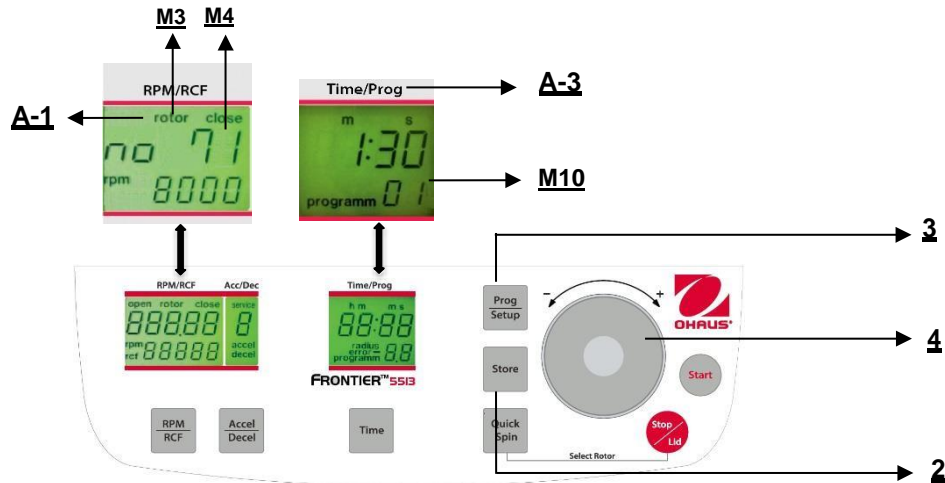

Abbildung. 19
Wenn Sie Adapter oder Reduzierer benutzen, könnte es den Zentrifugalradius des entsprechenden Rotors verändern. In diesem Fall können Sie den korrekten Radius manuell korrigieren. Gehen Sie bitte wie folgt vor: Schließen Sie den Deckel, drücken Sie dann die Taste "**Time**" (7) (siehe Abbildung 19) und die Taste "**Prog/Setup**" (3) zur gleichen Zeit und halten Sie sie.